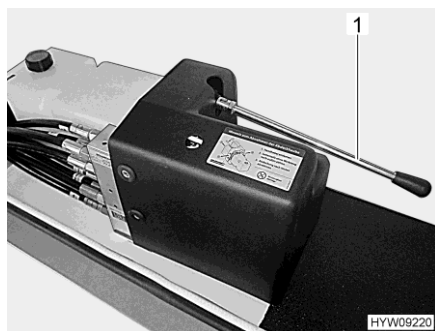

Bild 45 Spak (nödmanövrering)
- För in stödbenet med handpumpen. Pumpa sedan med spaken (Bild 45,1), tills stödbenet är infört.